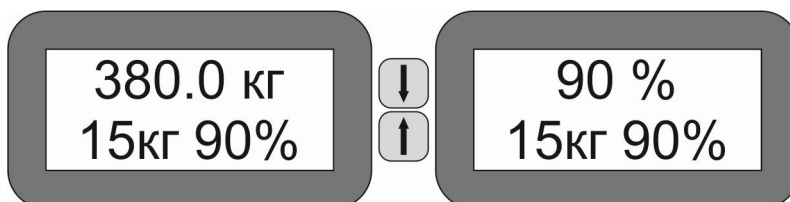

Рисунок 5 - Окно статуса
4.2.3 Нажатие клавиши  или  приводит к смене единиц отображаемой информации в окне статуса (см. рисунок 5).